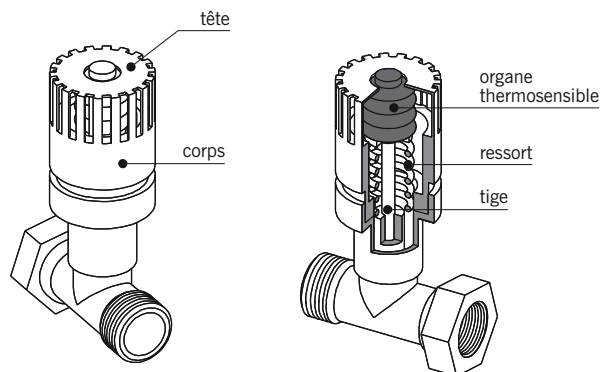

fig. 17.2
■ **Le robinet thermostatique** (fig. 17.2) : robinet à fonctionnement automatique. L'utilisateur choisit une température ambiante en tournant la tête graduée du robinet. Si la température de la pièce augmente sous l'effet d'apports de chaleur gratuits (ensoleillement, présence de plusieurs personnes...) et dépasse le seuil fixé, le robinet réduit ou suspend automatiquement l'alimentation en eau chaude et la rétablit dès que la température descend au-dessous de ce même seuil. La tête du robinet contient un organe thermosensible (capsule de cire ou gaz spécial) qui réagit aux variations de température en se dilatant. L'organe est relié par une tige à un clapet qui commande le passage de l'eau.